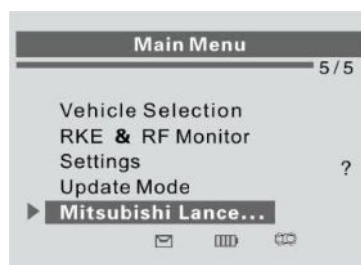

Рисунок 3-13
- 1) С помощью **кнопок прокрутки вверх/вниз** выберите пункт **Latest Scan [Последнее сканирование]** (в нашем примере — **Mitsubishi Lance**) в **главном меню** (см. рисунок 3-13), а затем поместите сканер вблизи штока клапана и нажмите кнопку **Y**, чтобы подтвердить выбор.